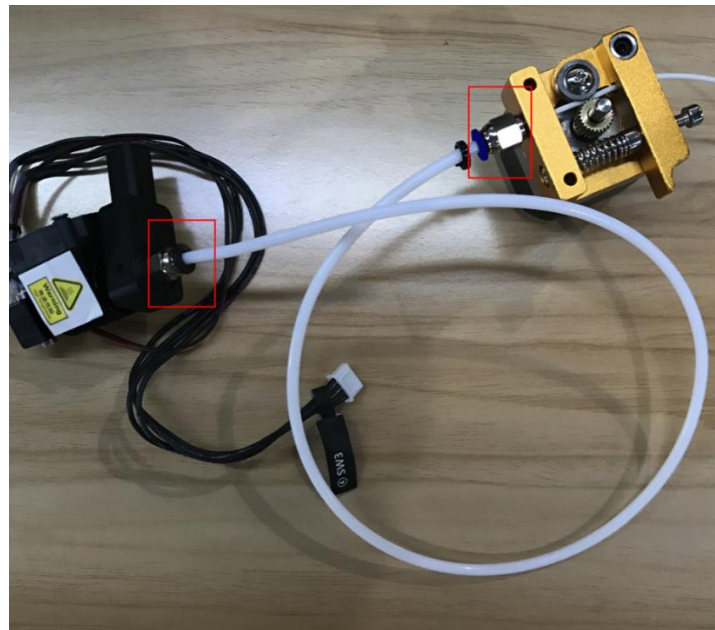

图 5.101 连接热端和挤出机
**步骤 2** 将进料管一端插入热端底部，另一端插入挤出机，如图 5.101所示。